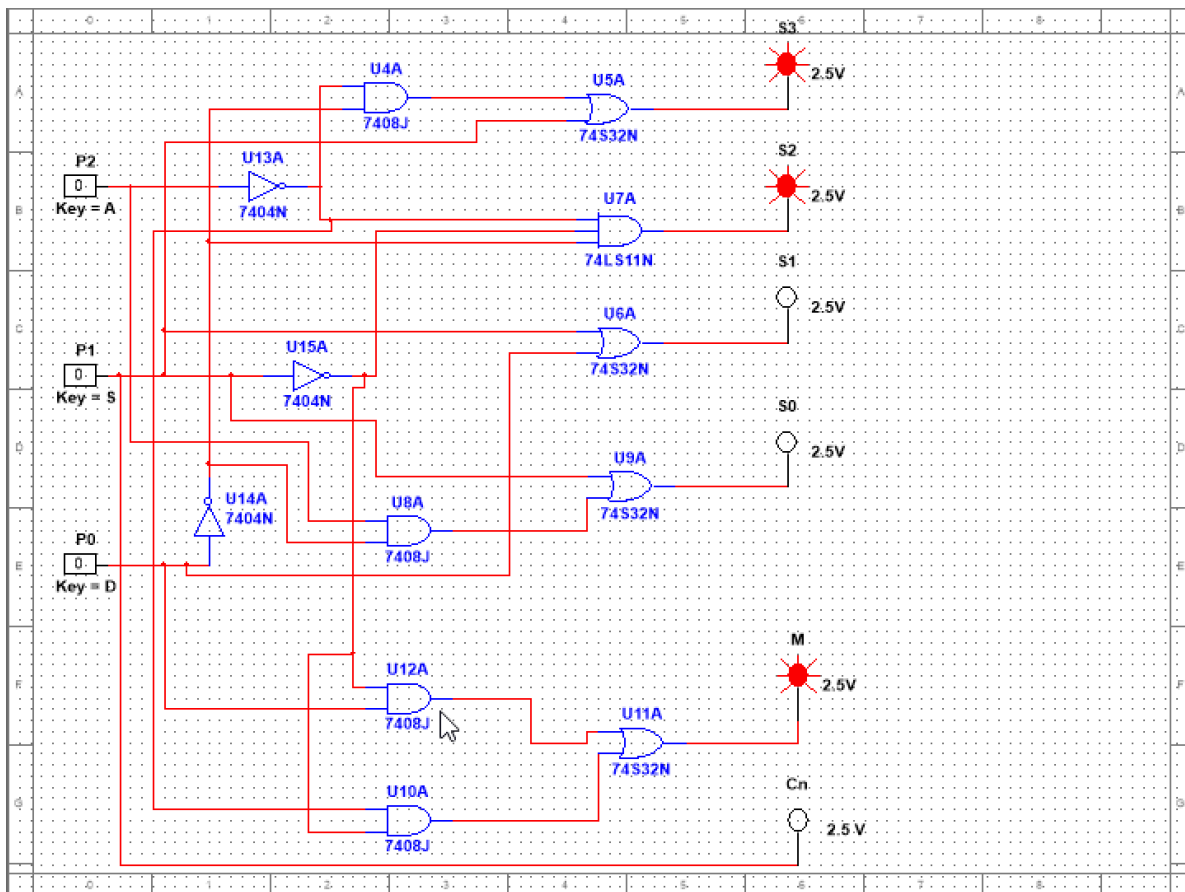

Figura 3. Prueba 1 del sistema de control
- **Prueba 1** (Figura 3):  $(P2, P1, P0) = (0, 0, 0) \rightarrow (S3, S2, S1, S0, M, Cn) = (1, 1, 0, 0, 1, 0)$